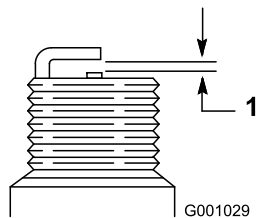

Figure 47
7. Réglez l'écartement des électrodes de la nouvelle bougie à 0,76 mm (0,030 po), comme montré à la Figure 47.